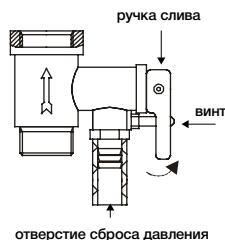

Рис. 12
6. Чтобы правильно слить воду из внутреннего бака, надо воспользоваться сливным отверстием (только для серии RS2) (для этого открутите заглушку, закрывающую сливное отверстие), также воду можно слить через комбинированный предохранительный клапан (рис.12) (для этого открутите винт ручки слива комбинированного предохранительного клапана и переведите ручку слива в верхнее положение, при этом кран выхода горячей воды должен быть открыт, а кран подачи холодной воды в водонагреватель должен быть перекрыт).